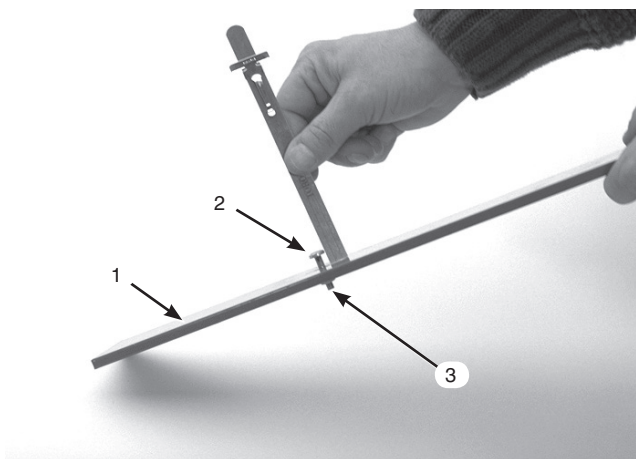

図14
3. ゲージバー (図14) のナットをゆるめ、調整ネジを希望の刈り高に合わせる。ネジ頭の下からバーの表面までの距離が刈り高となる。